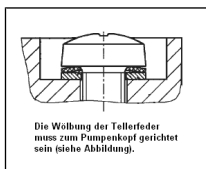

Abb. 14: Ausrichtung der Tellerfeder
**i** Zur Anordnung und Ausrichtung von Tellerfedern und Scheibe der Schraube siehe Abb. 14.